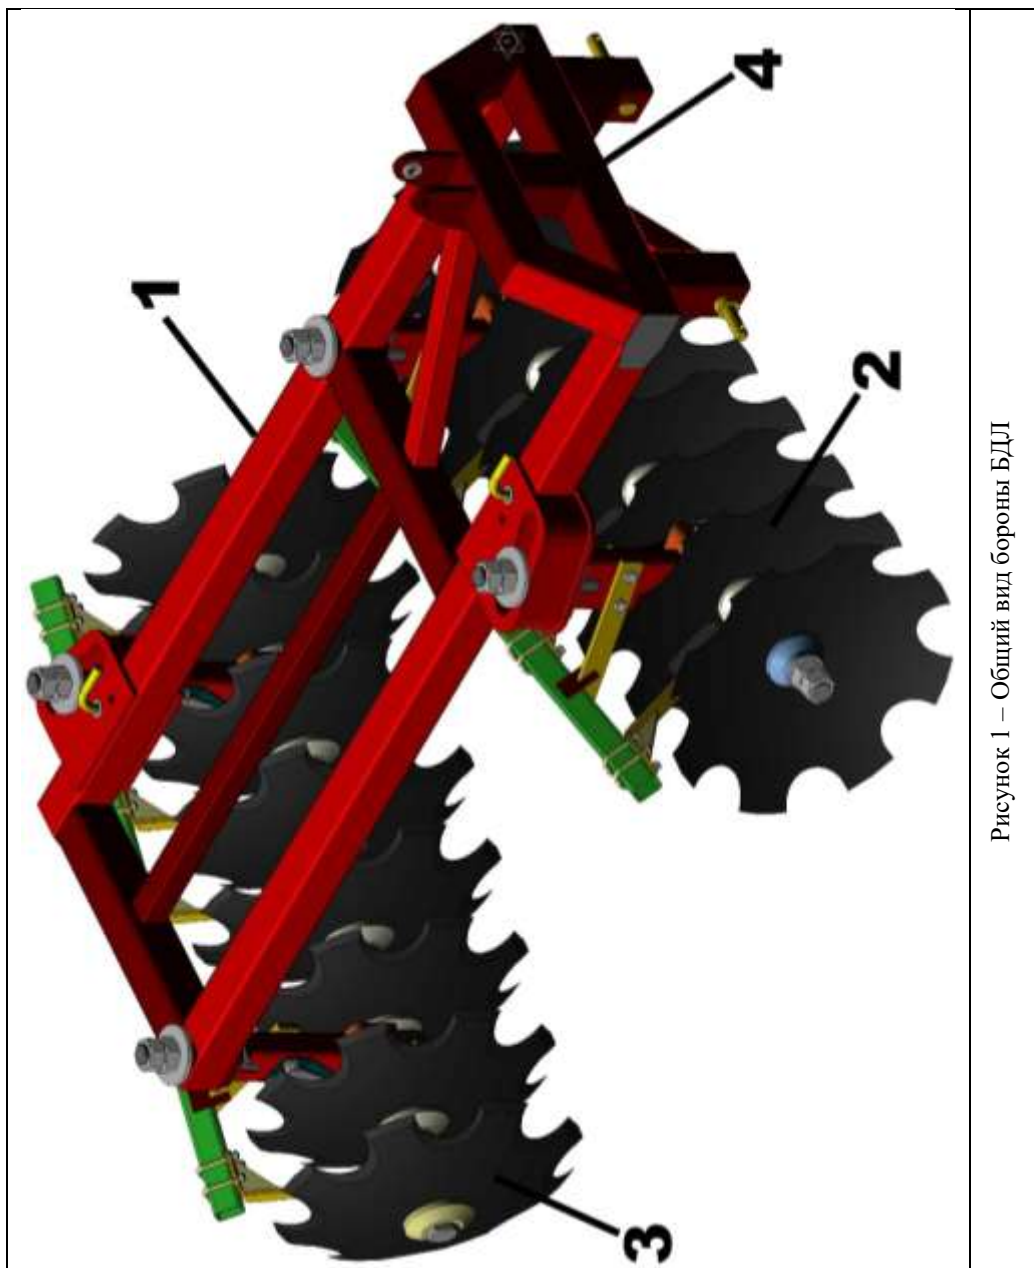

Рисунок 1 – Общий вид бороны БДЛ
3.1 Борона дисковая лесная БДЛ состоит из следующих основных сборочных единиц (рис. 1): рамы 1, передних 2 и задних 3 батарей дисков и навески 4.
3.4 Рама бороны поз.1 (рис. 1) представляет трубчатую сварную конструкцию, к которой крепятся рабочие и вспомогательные органы.
5.1 При получении борона с завода-изготовителя в полуразобранном виде досборку производить на равной площадке согласно рис.1 и при соблюдении требований раздела 7 настоящего руководства.